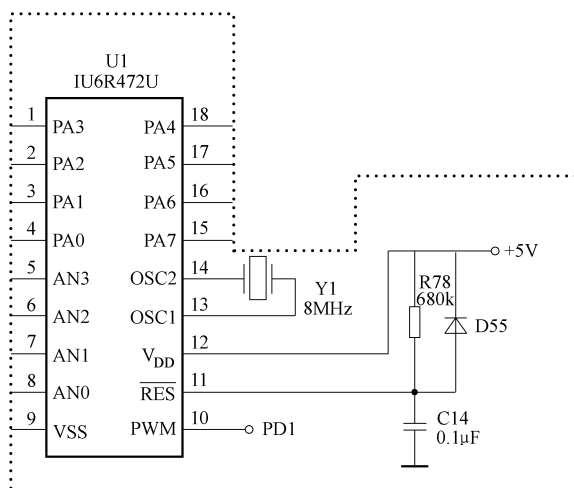

图 4-121 Y1 相关电路截图
**维修笔记** Y1 相关电路截图如图 4-121 所示。